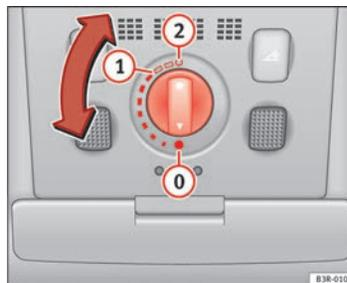

Abb. 82 Ausschnitt aus Dachhimmel: Drehschalter für das Schiebe-/Ausstelldach
Das Schiebe-/Ausstelldach wird mit dem Drehschalter ⇒ Abb. 82 bedient. Zum Auf-/Zuschieben ist der Drehschalter in mehrere Rasterstellungen einstellbar und funktioniert nur bei eingeschalteter Zündung. Das Ausstellen kann nur in der Drehschalterstellung 0 erfolgen.
- Drehen Sie den Schalter in Stellung ① ⇒ Abb. 82 - der Schalter rastet spürbar ein. Das Dach öffnet sich jetzt nur bis zur windgeräuscharmen Komfortstellung.
- Drehen Sie den Schalter in Stellung ① ⇒ Abb. 82, um das Dach zu schließen ⇒ ⚠.
- Drehen Sie den Schalter in die Ausgangsstellung  ⇒ Abb. 82.